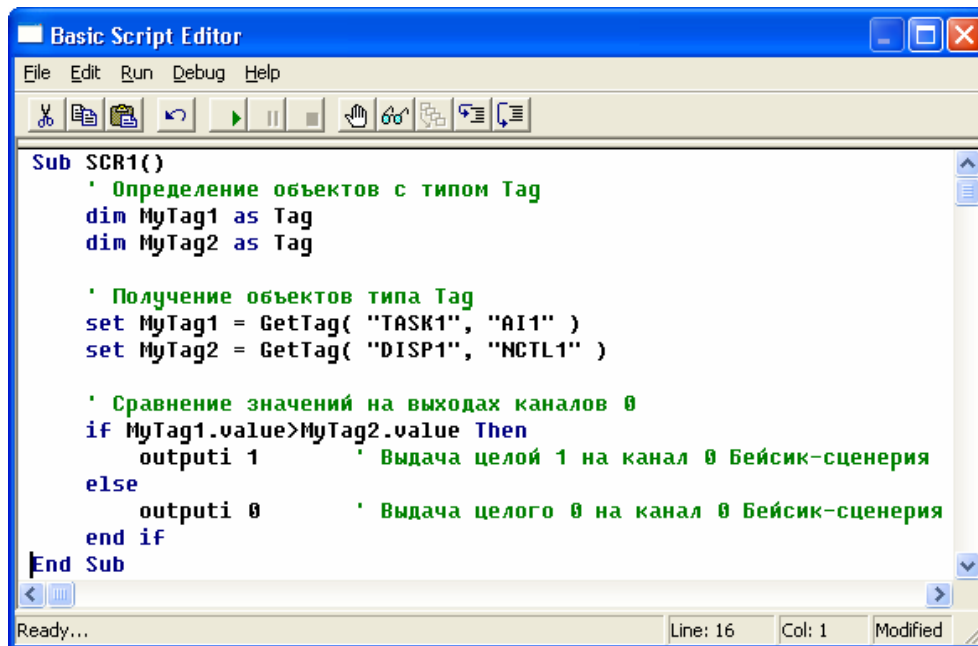
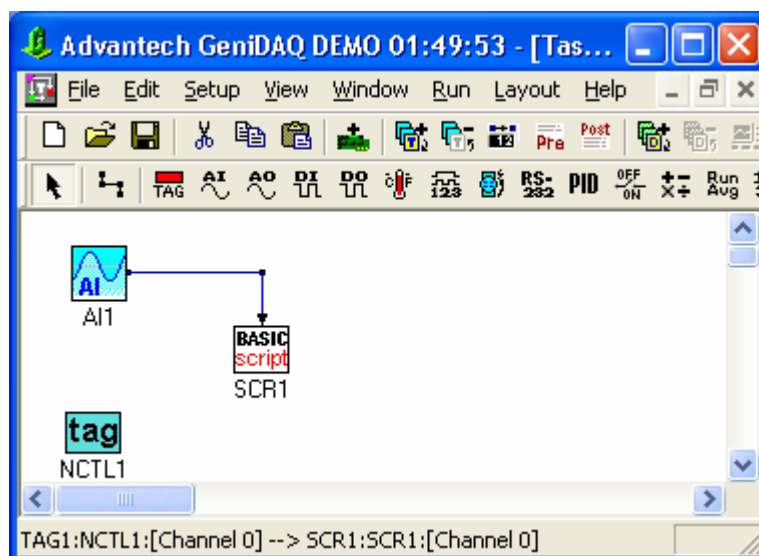
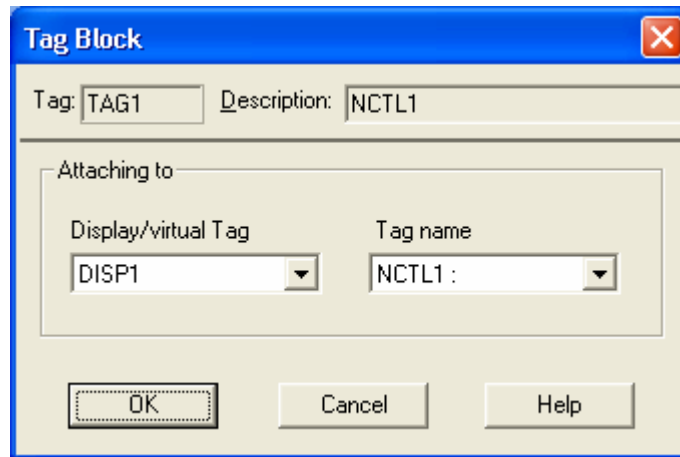
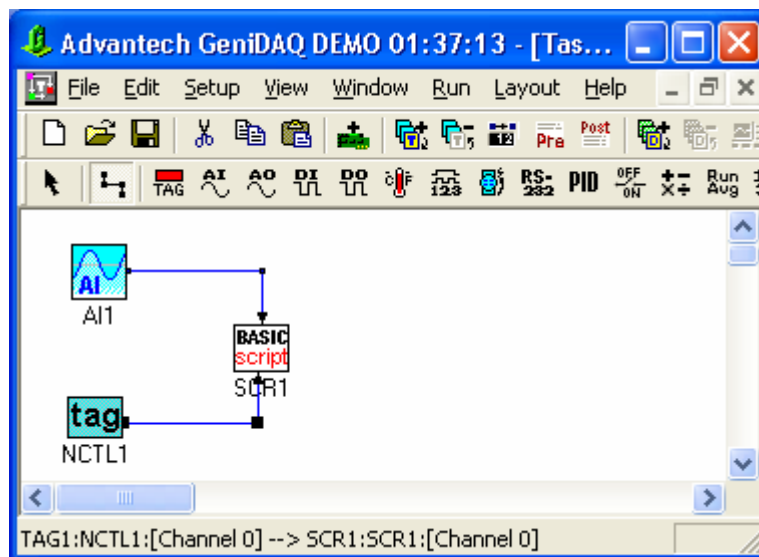

Рис. 4.100. Конфигурирование функционального блока Бейсик-сценария
Рис. 4.103. Вид окна редактора задач
Рис. 4.104. Конфигурирование блока *me*
Рис. 4.105. Окончательный вид окна редактора задач
4. *Четвертое действие.* Выдвиньте на передний план окно редактора задач **TASK1** и разместите в нем блок аналогового входа **AI1**, блок тег и блок Бейсик-сценария. Выполните настройку блока аналогового ввода на прием измерительной информации от канала 0 программного эмулятора **Advantech DEMO I/O**. С помощью проводника установите связь между блоком аналогового ввода **AI1** и блоком Бейсик-сценария **SCR1**. Окно редактора задач приобретет вид, показанный на рис. 4.103. Перед соединением функциональных блоков тег и **SCR1** настройте тег в соответствии с рис. 4.104 и соедините блоки с помощью проводника. При этом окно редактора задач приобретет окончательный вид, показанный на рис. 4.105. Сконфигурируйте блок Бейсик-сценария в соответствии с рис. 4.100.